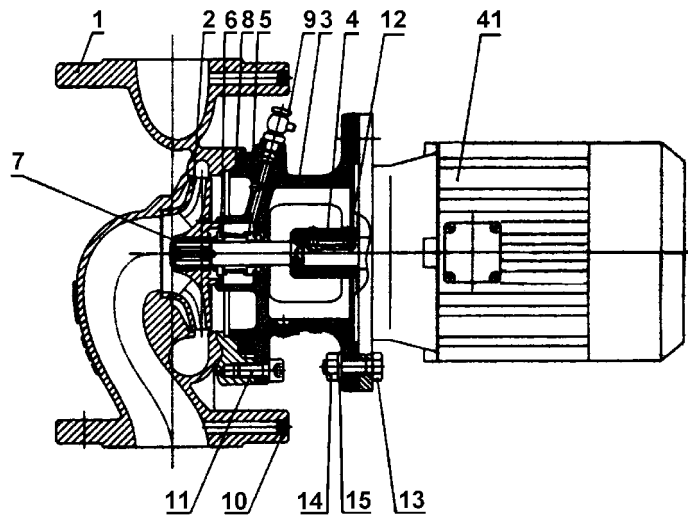

Рис. 1
- Заполнить насос, напорный и всасывающий трубопроводы, удалить воздух. Удалить воздух из насоса посредством откручивания болта для удаления воздуха (рис. 1 и 2, поз 9).
Замена скользящего торцевого уплотнения (версия с IEC-мотором, рис.1):